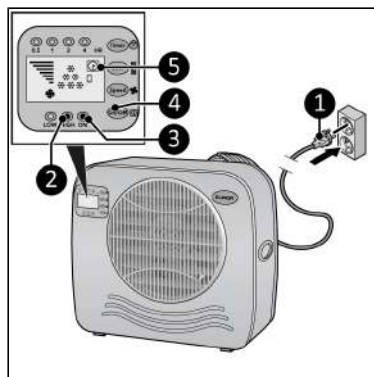

Figura 76.
2. Inserire la spina ( Figura 76, pos. 1) in una presa di corrente a muro dotata di messa a terra e facilmente accessibile. Usare una presa di corrente a muro con messa a terra e con una potenza minima di 460 Watt.
- Premere il pulsante ON/OFF ( Figura 76, pos 4), l'indicatore di alimentazione ( Figura 76, pos. 3) e l'indicatore "high" ( Figura 76, pos. 2) si accenderanno. Sul display verrà mostrato l'indicatore dell'orario e 6 indicatori di raffreddamento ( Figura 76, pos. 5). Il dispositivo ora funziona ad alta capacità.